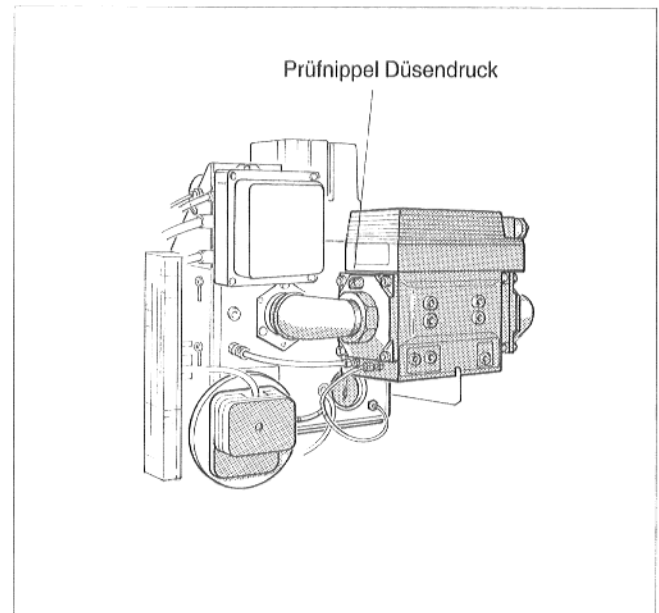

Abb. 14
- Schraube im Prüfnippel für Düsendruck ca. eine Umdrehung herausdrehen (s. Abb. 14).